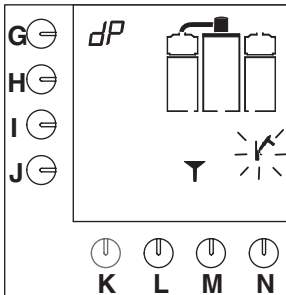

Fig. 16 Koffiezetstelsysteem vraagt om de ontkalkeroplossing
- Een geluidssignaal klinkt, het hamersymbool knippert en een trechter verschijnt in het display (fig. 16).